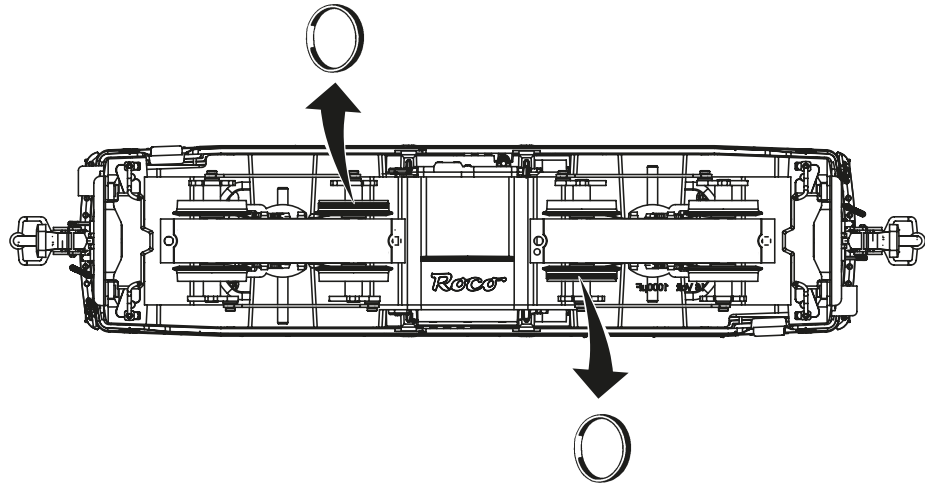

Fig. 7
**1. Schmierung:** Versehen Sie die im Schmierplan in Fig. 7 gekennzeichneten Stellen mit nur **kleinen Öltropfen**. Dazu zuerst das Lokgehäuse abnehmen (Fig. 3). Wir empfehlen den **ROCO Öler Art.-Nr. 10906**. Fürs Schmieren der Getriebeteile (Zahnräder, Schnecke) empfehlen wir das **ROCO-Spezialfett Art.-Nr. 10905**. Im Falle der Schmierung diese Teile **nicht ölen**.
**1. Lubrication:** Apply **tiny oil drops** to spots marked in fig. 7. Prior to lubrication dismantle locomotive (fig. 3). We recommend using item no. **10906, Roco oiler**. For lubrication the gearparts (e.g. cogwheels, worm) we would recommend our Roco **special grease** (item no. **10905**).
**1. Graissage:** N'appliquez **qu'une toute petite goutte** aux endroits indiqués par le plan de graissage (fig. 7) après avoir démonté la caisse de la locomotive (fig. 3). Nous vous recommandons **le graisseur à huile Roco réf. 10906**. Pour graisser les engrenages (roues dentées, vis sans fin) nous vous conseillons la **graisse spéciale Roco réf. 10905** pour engrenages en matières synthétiques. Lorsque vous utilisez cette graisse il faut éviter d'huiler ces composants.